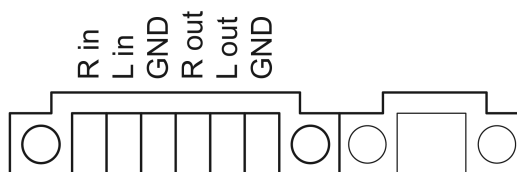

Imagen 6: Asignación de terminales de las conexiones de audio
- Conectar los equipos de audio a la borna (13) (Imagen 6).